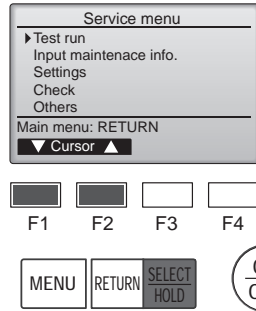

Fig. 7-4
- 3 Seleccione "Test run" (Modo prueba) con el botón [F1] o [F2], y pulse el botón [SELECT/HOLD]. (Fig. 7-4)